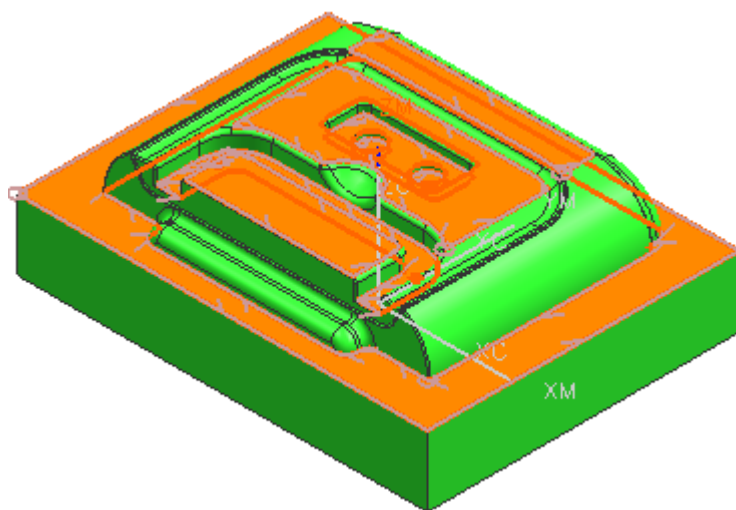

图 9-92
- 在操作单击 , 选择如图 9-92 所示的平表面, 单击 OK。